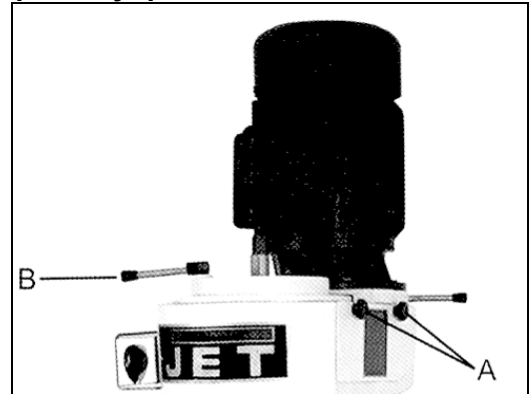

Рис.3
Используя тормоз шпинделя (С, рис.3) ослабьте зажимную тягу (N) с помощью ключа.